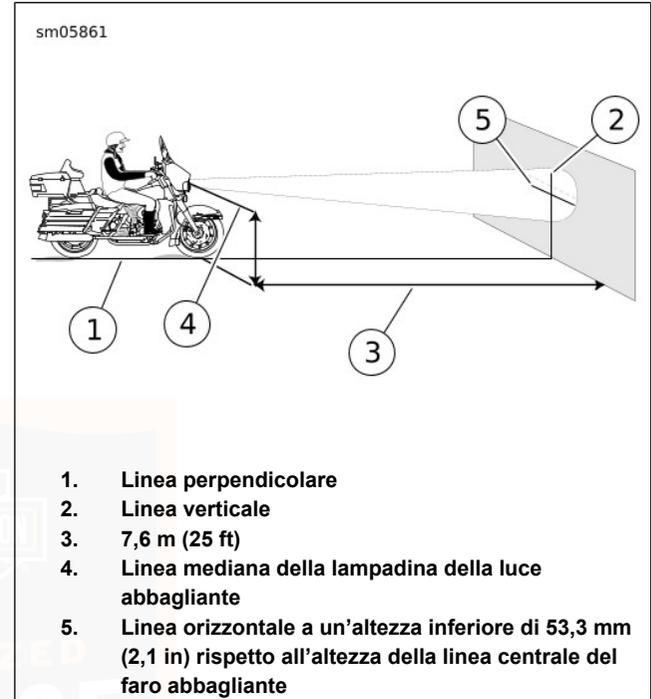

Figura 80. Allineamento del faro anteriore: Tipo alogeno al quarzo
4. Vedere Figura 80. Parcheggiare la motocicletta su una linea (1) perpendicolare alla parete.
6. Tracciare una linea centrale verticale (2) sulla parete, che si allinei con la linea (1).
7. Con la motocicletta carica, puntare la ruota anteriore dritta in avanti verso la parete. Misurare la distanza (4) dal pavimento alla linea mediana della lampadina:
8. Tracciare una linea orizzontale (5) attraverso la linea verticale.
- a. **Lampada alogena al quarzo:** Vedere Figura 80. 53,3 mm (2.1 in) più in basso della distanza misurata.
- c. **LED, carenatura montata sul telaio:** Vedere Figura 80. 53,3 mm (2.1 in) più in basso della distanza misurata.
- Lampada alogena al quarzo:** Vedere Figura 80. Fascio di **luce abbagliante** centrato sul segno.